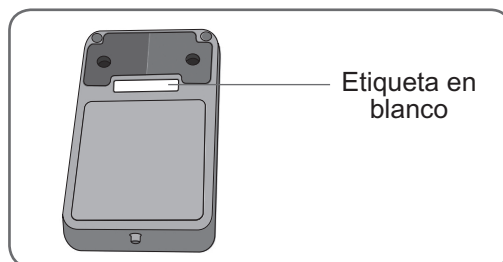

Figura 37: Etiqueta en la unidad de estimulación RF para el número de ID del sistema.
4. Encuentre el número de ID del sistema en el estuche del NESS L300 (por ejemplo, A334). Escriba el número en la etiqueta en blanco en la parte posterior de la unidad de estimulación RF nueva. Vea la Figura 37. Este número identifica en cuál sistema de NESS L300 se registra la nueva unidad de estimulación RF.